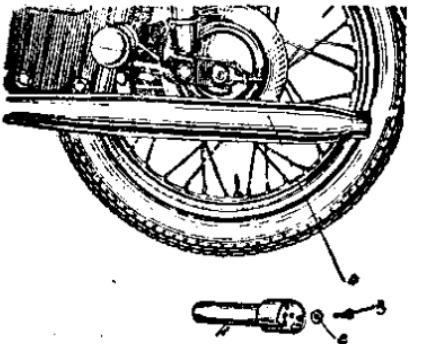

Рис. 8.
**ГЛУШИТЕЛИ** — состоят из корпуса, внутри которого приварены перегородки с отверстиями. Для очистки глушителя необходимо отвернуть болт в хвостовой части и вынуть трубку, удалить нагар в патрубке и перегородках корпуса с помощью стального стержня (см. рис. 8).